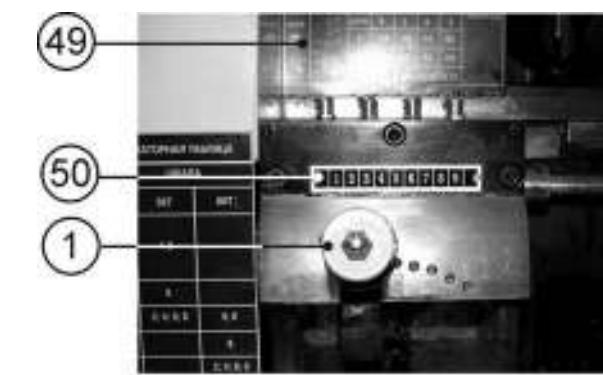
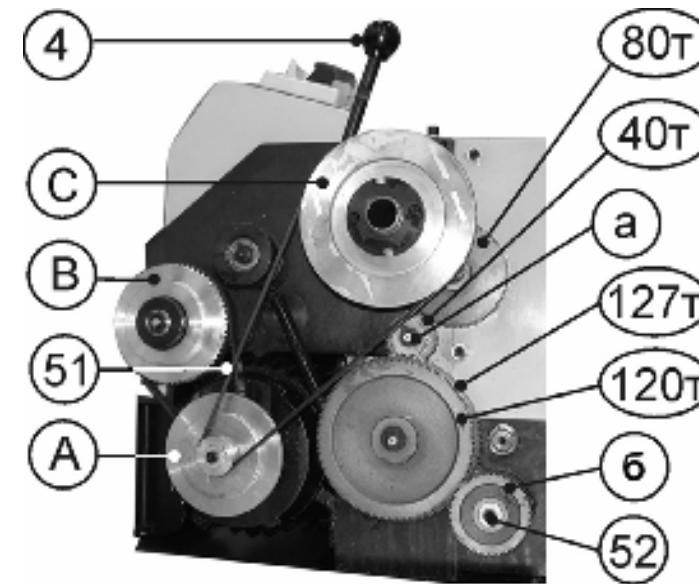

Рис.18
Рис.19
10.4.4. Станок оборудован коробкой скоростей автоматической подачи в диапазоне от 0,12мм. до 0,33мм. за один оборот шпинделя (см. таблицу 2 и шильдик (49), Рис.18.)
10.4.5. Откройте защитный кожух гитары (2), как указано в п.9.3.2. По таблице 2 установите необходимые шестерни (а) (б), Рис.19, и закройте защитный кожух (2), п.9.3.2.
10.4.6. Пользуясь таблицей 2, перемещая рычаг переключения скорости автоматической подачи, (1), Рис.18, можно менять скорость автоматической подачи. Например, при установке шестерен а=28T и б=60T, Рис.19, в положении 9 рычага переключения скорости автоматической подачи (1) по шкале (50) – скорость подачи равна 0,12мм на один оборот шпинделя. При установке рычага переключения скорости автоматической подачи (1) в положение 1 по шкале (50) –скорость подачи равна 0,21мм на один оборот шпинделя и т.д., Рис.18.
При каждом перемещении рычага переключения скорости автоматической подачи (1) необходимо рычаг натяжения ремня (4) привести в крайнее положение от себя, Рис.19.
10.5.2. Переставляя клиновой ремень (51) на шкивах А,В,С в положения 1,2,3 согласно таблице 3, можно ступенчато изменять скорость вращения шпинделя – 100; 250; 350; 500; 900 и 1800 об/мин., Рис.19, (А,В,С - шкивы). Например, при установке клинового ремня (51) на шкивах В,С в положении 1 – скорость вращения шпинделя равна 100 об/мин., а в положении 3 - скорость вращения равна 500 об/мин. и т.д., Рис.19.
10.6.4. Комбинации использования шестерен для нарезания резьбы см. в таблице 4 и Рис.19.
1. См. Рис. 19
Рычаг переключения скорости автоматической подачи (1), Рис.18, в положении 1
2. См. Рис. 19
Рычаг переключения скорости автоматической подачи (1), Рис.18, в положении 7
10.6.5. Отвинтите крепёжный болт (52) , закрепляющий шестерню (б) и снимите стопорную шайбу шестерни (а), Рис.19.
10.6.6. Осторожно снимите шестерни, чтобы сохранить на месте шпонки на валах и установите необходимые шестерни (а) и (б). Количество зубьев на каждой шестерне промарковано. Установите крепежный болт (52) шестерни (б) и стопорную шайбу шестерни (а), Рис.19.